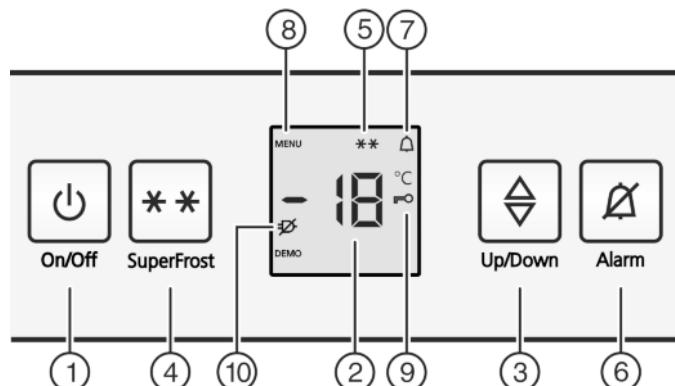

Fig. 2
- Нажать кнопку On/Off Fig. 2 (1).
- Активация режима настройки: Нажмите кнопку SuperFrost Fig. 2 (4) и удерживайте ее прим. 5 секунд.
- На индикаторе будет отображаться символ «Меню» Fig. 2 (8).
- Для подтверждения нажать и отпустить кнопку «SuperFrost» Fig. 2 (4).
- На индикаторе горит символ «Защита от детей» Fig. 2 (9).
- нажмите и отпустите кнопку "On/Off" Fig. 2 (1).
► Для подтверждения нажать и отпустить кнопку «SuperFrost» Fig. 2 (4).
► Символ «Защита от детей» Fig. 2 (9) гаснет.
► нажмите и отпустите кнопку "On/Off" Fig. 2 (1).
► Нажмите кнопку Alarm Fig. 2 (6).
Одновременно мигает индикация температуры и символ тревоги Fig. 2 (7).
Звуковой сигнал выключается автоматически, символ аварийного сигнала Fig. 2 (7) выключается и индикатор температуры перестает мигать, если температура снова становится достаточно низкой.